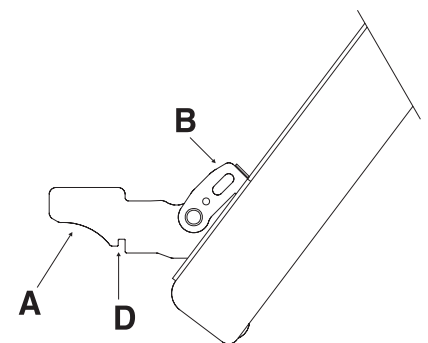

Abb. 3
- Backofentür ganz öffnen und die 2 kleinen Hebel "B" hochdrücken (Abb. 3);